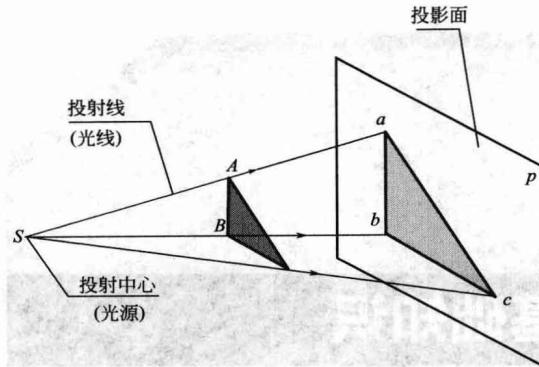

图 1-1 中心投影法
(1) 中心投影法 投射线由一点放射出来的投影方法称为中心投影法，如图 1-1 所示。中心投影法所得到的投影图称为中心投影。